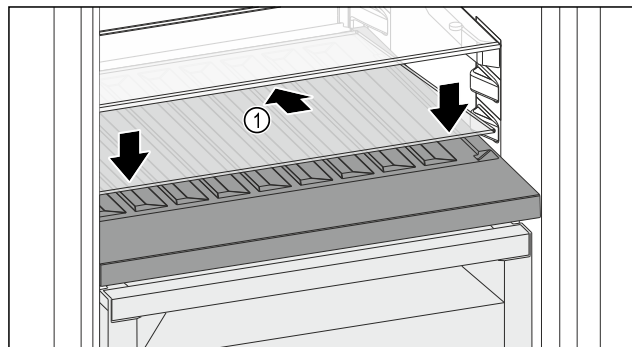

Fig. 118
- ▶ Steklno ploščo Fig. 118 (1) namestite postrani, nagnjeno spodaj nazaj.
- ▶ Steklno ploščo Fig. 118 (1) spustite spredaj.